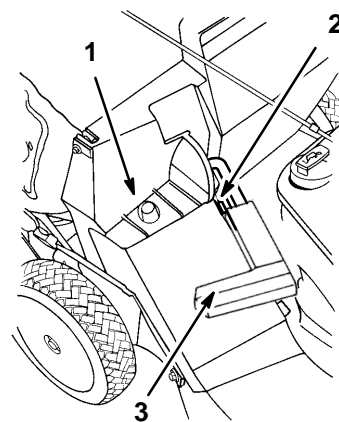
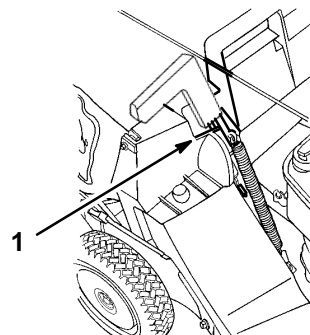

Figure 36
Figure 37
2. Vérifier que la poignée du volet d'éjection est entièrement abaissée vers l'avant et que le loquet est engagé par l'ergot (Fig. 36).
3. Enfoncer le trou de l'armature du sac sur le tenon du conduit d'éjection (Fig. 36).
5. Tirer la poignée vers l'avant pour engager l'ergot sur la rampe du conduit, puis rabattre la poignée vers l'arrière jusqu'à ce que l'ergot s'engage dans l'encoche du sac afin de verrouiller le volet d'éjection en position ouverte (Fig. 37).
8. Tirer la poignée du volet d'éjection vers le haut pour la dégager de l'encoche du sac (Fig. 37), puis l'abaisser vers l'avant jusqu'à ce que le loquet s'engage (Fig. 36).